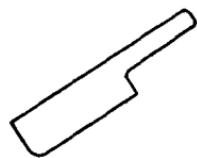

图 1 瓦刀
1. **瓦刀** 瓦刀是砌筑料石、磚和混凝土預制块等砌体的主要工具（图1）。主要用处是向砌縫內填塞灰浆、抹刮灰浆和砍截磚块等。